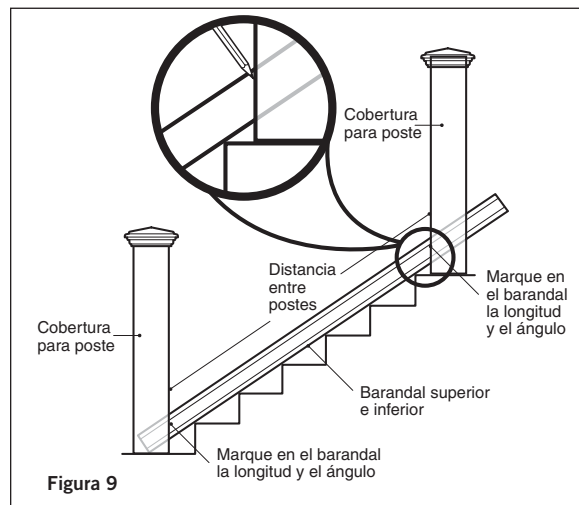

Figura 9
Paso 4 Mida la distancia entre las coberturas para postes instaladas para determinar la longitud de los barandales superior e inferior. Coloque el barandal inferior en la escalera con los orificios taladrados previamente hacia abajo. La distancia entre el poste y el primer balaustre deberá ser menor de 4" y ser igual en ambos extremos. Marque el ángulo y la longitud. Haga lo mismo con el barandal superior. Recorte 1/4" adicional en ambos extremos (1/2" en total) para que el soporte quepa entre el barandal y el poste. Recorte los barandales superior e inferior a la longitud correcta con el mismo ángulo (**Figura 9**).